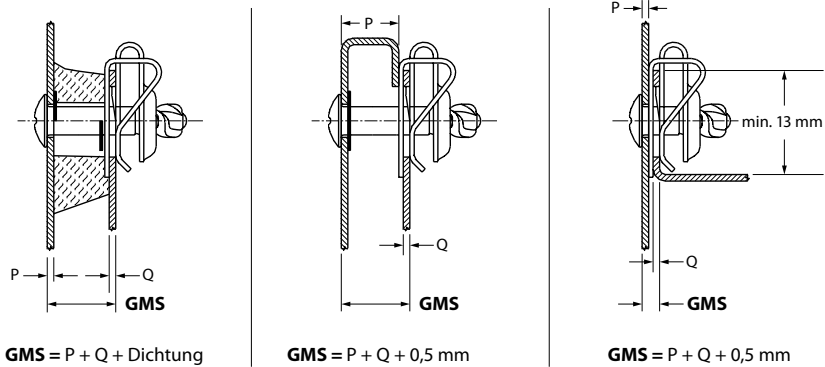

Abb. 1 Gesamtmaterialstärke (GMS)
1. Die Gesamtmaterialstärke ist zu bestimmen wie in Abb. 1 dargestellt.